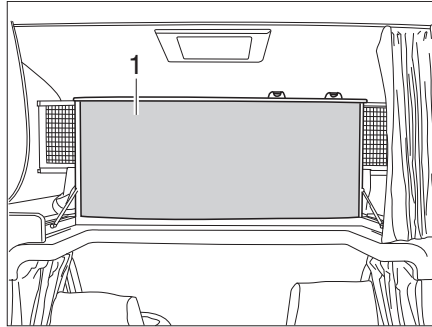

Fig. 156 Cama de alcoba, plegada hacia arriba
- Plegar hacia arriba la cama de alcoba (Fig. 156,1) delante. La cama de alcoba se mantiene en la posición superior mediante resortes por presión de gas.